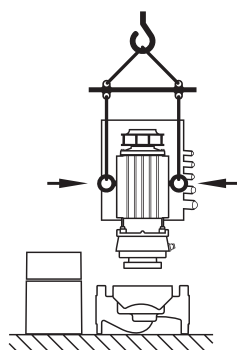

Fig. 25: Trasporto del set di innesto
- Se gli occhioni di trasporto vengono spostati dalla flangia del motore e montati sul corpo del motore, possono allora servire solo a portare o a trasportare il set di innesto (fig. 25), ma non al trasporto di tutta la pompa né alla rimozione del set di innesto dal corpo pompa (smontare in precedenza i dispositivi distanziatori e poi rimontarli al termine delle operazioni).